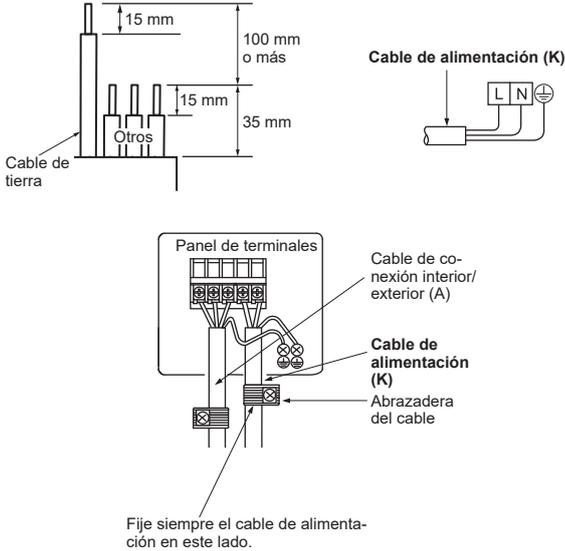

Figura 5
- 6) Introduzca la manguera de drenaje en el manguito del orificio de la pared (C) y enganche la parte superior de la unidad interior en la placa de instalación (1). A continuación, desplace la unidad interior totalmente a la izquierda para facilitar la colocación de las tuberías en la parte posterior de la unidad.
- 7) Recorte el espaciador de la espuma de poliuretano del embalaje y colóquelo en el reborde de la parte posterior de la unidad interior. (Figura 5)
- 8) Conecte el tubo de refrigerante a la tubería de extensión (B).
- 9) Empuje la parte inferior de la unidad interior para que encaje en la placa de instalación (1) y, a continuación, coloque las piezas en el orden inverso al de su retirada.